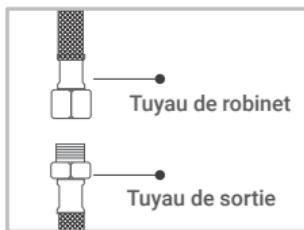

Figure 5
- Si le tuyau du robinet est de 3/8", il peut être directement connecté au tuyau de sortie. (Figure 5)